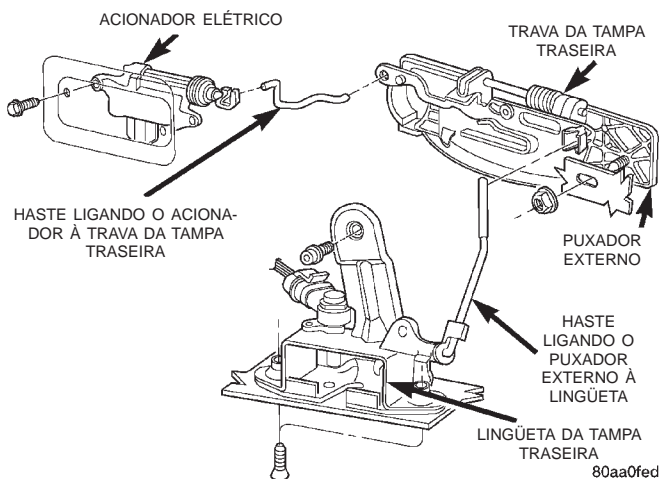
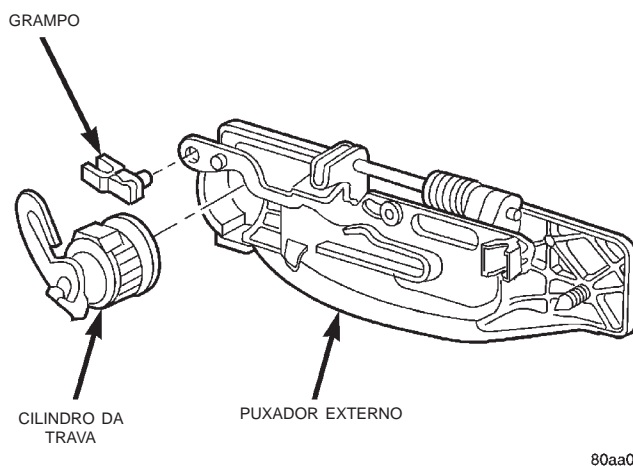

Fig. 100 Puxador Externo da Tampa Traseira
Fig. 101 Cilindro da Trava da Tampa Traseira
- (1) Remova o painel de acabamento da tampa traseira.
- (2) Desconecte as articulações do acionador da tampa traseira.
- (3) Desengate o puxador externo da tampa traseira da haste da lingüeta.
- (4) Remova a porca que prende o puxador externo à tampa traseira (Fig. 100).
- (5) Separe o puxador externo da tampa traseira.
- (6) Se necessário, remova o cilindro da trava (Fig. 101).